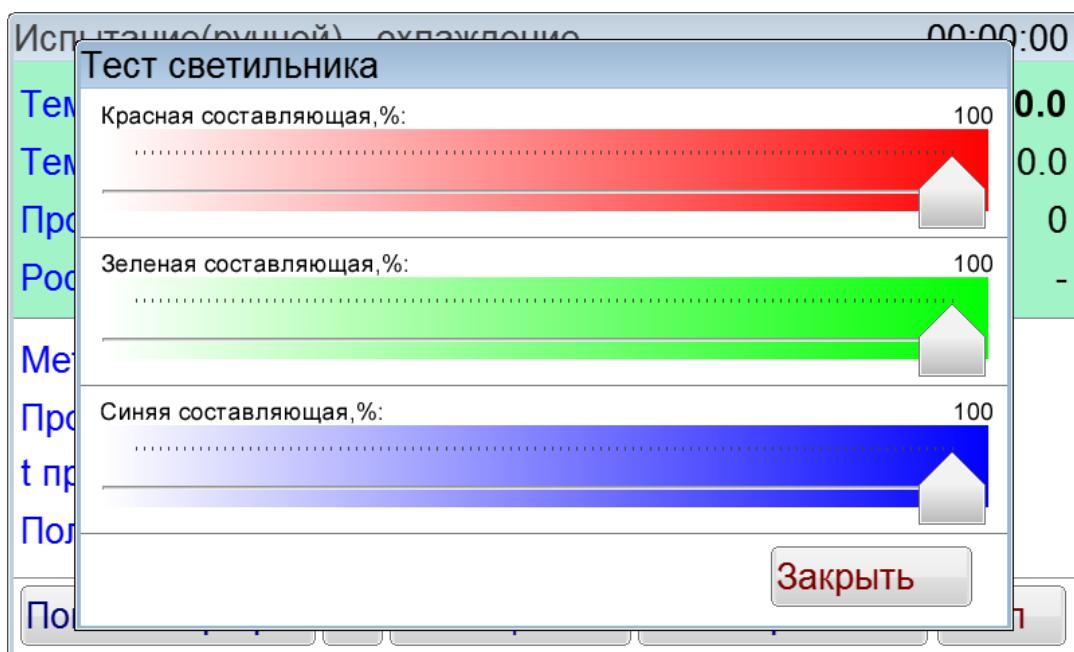

Рисунок 19 – Регулирование яркости подсветки
4.5.4 При нажатии на кнопку [L] появляется окно, позволяющее с помощью ползунков регулировать яркость красной, зеленой и синей составляющей подсветки (рисунок 19).